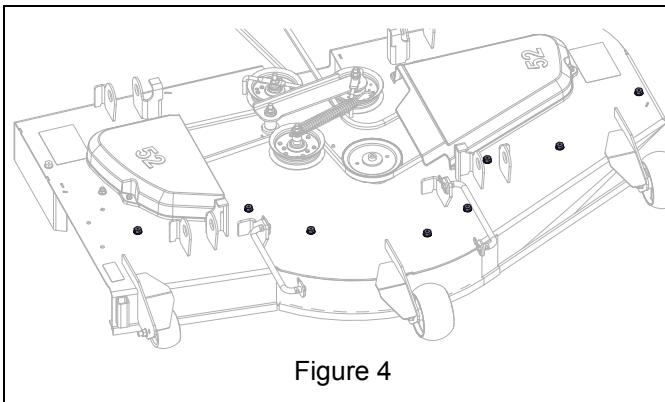

Figure 4
- Retirer la vis-taraud de 3/8" x 1/2" du haut du carter. Conserver toutes les vis pour travailler sans le kit à paillis. Voir Figure 4.